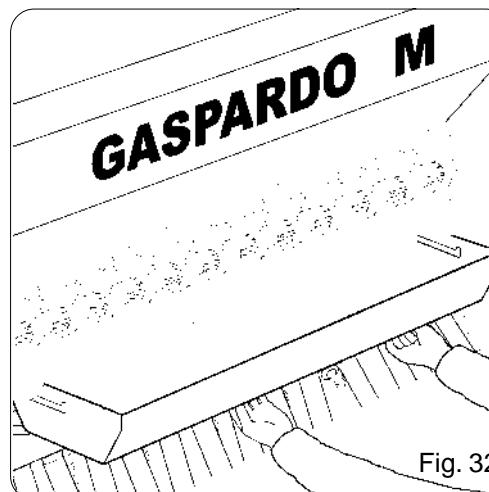

Fig. 32
- sganciare le vasche raccogli semi (Fig. 32) e posizionarle sotto le bocche di uscita semi.
- Release the seed-holder tanks (Fig. 32) and position them beneath the seed discharge mouths.
- die Samenbehälter (Abb. 32) aushängen und sie unter die Samenausgangsstutzen stellen.
- décrocher les cuves à semences (Fig. 32), qui seront positionnées sous les goulots de sortie des graines
- desenganchar las cubas de recolección de las semillas (Fig. 32) y situarlas debajo de las bocas de salida de las semillas;